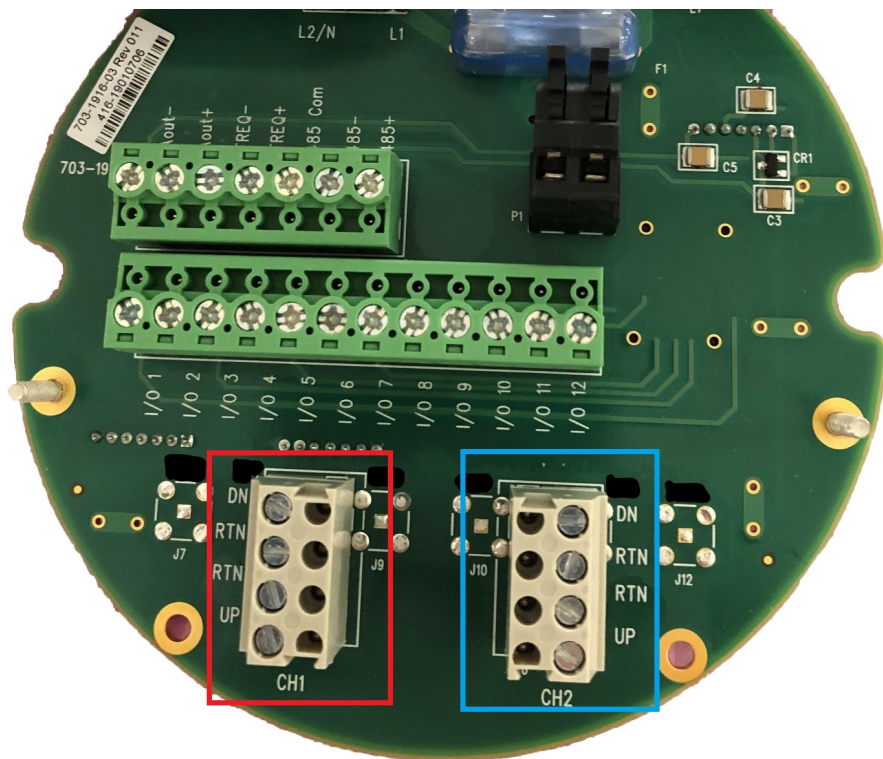

Figura 41: XMT1000, Placa posterior de canal
3. En el extremo del medidor, fije el conductor rojo del cable RG62 del canal 1 descendente al terminal CHI DN (caja roja en la Figura 41) de la placa posterior XMT1000.
4. Fije el conductor negro del cable RG62 del canal 1 descendente al terminal CHI RTN (caja roja en la Figura 41), situado bajo el terminal DN de la placa posterior XMT1000.
5. Fije el conductor rojo del cable RG62 del canal 1 ascendente al terminal CHI UP (caja roja en la Figura 41) de la placa posterior XMT1000.
6. Fije el conductor negro del cable RG62 del canal 1 ascendente al terminal CHI RTN (caja roja en la Figura 41), situado bajo el terminal UP de la placa posterior XMT1000.
7. En el extremo del medidor, fije el conductor rojo del cable RG62 del canal 2 descendente al terminal CH2 DN (caja azul en la Figura 41) de la placa posterior XMT1000.
8. Fije el conductor negro del cable RG62 del canal 2 descendente al terminal CH2 RTN (caja azul en la Figura 41), situado bajo el terminal DN de la placa posterior XMT1000.
9. Fije el conductor rojo del cable RG62 del canal 2 ascendente al terminal CH2 UP (caja roja en la Figura 41) de la placa posterior XMT1000.
10. Fije el conductor negro del cable RG62 del canal 2 ascendente al terminal CH2 RTN (caja azul en la Figura 41), situado sobre el terminal UP de la placa posterior XMT1000.